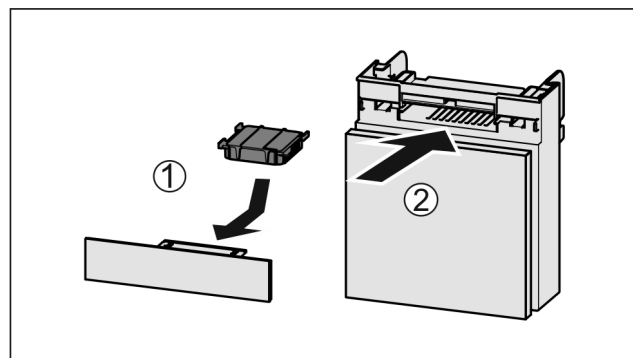

Fig. 43
- ▶ Filtr s aktivním uhlím vložte podle vyobrazení Fig. 43 (1).
- ▶ Zásuvku zasuněte Fig. 43 (2).